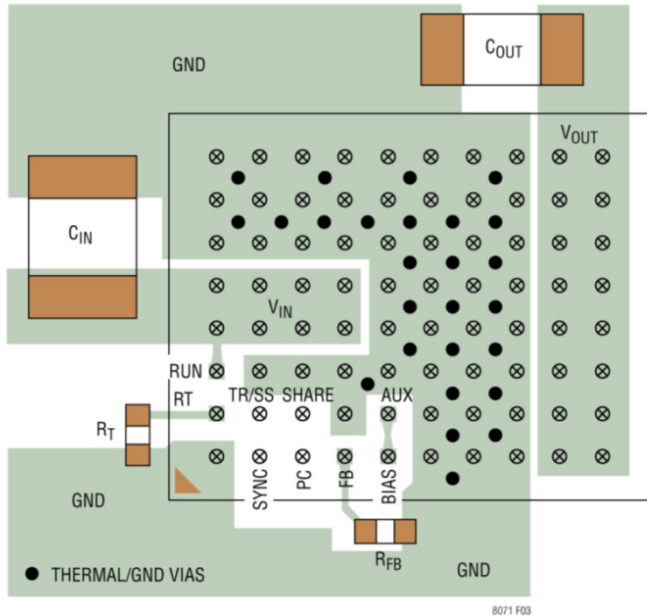

图 3. 布局显示了建议的外部元件、GND 层和散热过孔
作。即便有高集成度，如果布局很随意或不佳，用户也可能无法实现额定工作性能。建议布局参见图 3。确保接地和散热合理。
6. 使用过孔将 GND 覆铜区连接到电路板的内部接地层。自由分配这些 GND 过孔，以为印刷电路板内部各层提供良好的接地和散热路径。注意图 3 中散热过孔的位置和密度。这些连接到内部 GND 层的过孔，由于靠近内部功率处理元件，对 LTM8071 的散热是有利的。散热过孔的最佳数量取决于印刷电路板设计。例如，电路板可能使用非常小的过孔，与使用较大孔的电路板相比，前者应使用更多的散热过孔。